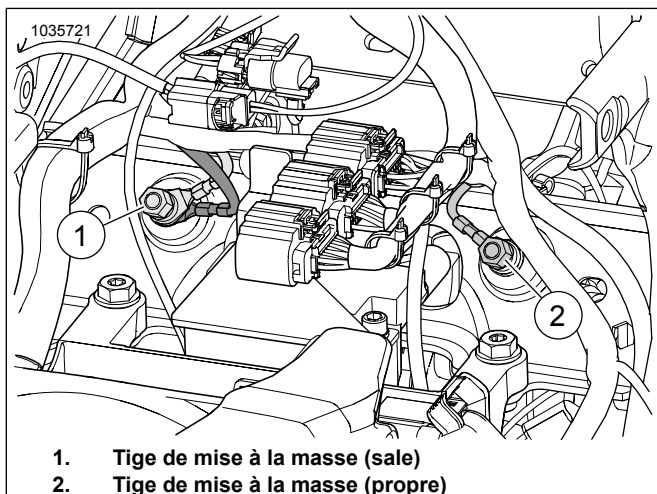

Figure 15. Emplacements des tiges de mise à la masse du boîtier de batterie
Consultez Figure 15. Faites passer le fil de mise à la masse du module de réglage automatique jusqu'à la tige de mise à la masse (2) **propre** et branchez-le. Serrez à :